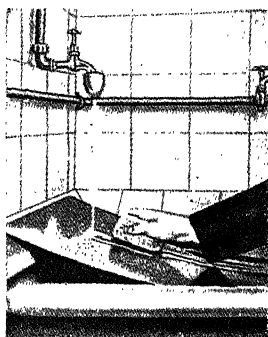

Abb. 133. Reinigen der Hochglanzplatten in gefiltertem Wasser mit Agfa-Viskoseschwamm (53)
Eine Aufquetschvorrichtung (40) gehört zu jeder Hochglanzpresse (siehe Abb. 131). Sie dient den verchromten Hochglanzplatten als Unterlage, leitet das herausgequetschte Wasser ab und ermöglicht ein tadelloses Aufquetschen ohne Fließpapier. Vielfach wird neben der Aufquetschvorrichtung ein Wasserhahn mit Schlauchbrause angebracht, damit die Chromplatten unmittelbar vor dem Aufquetschen auf dieser Vorrichtung gereinigt werden können. Die Platten sollen nur unter fließendem Wasser mit den Fingerspitzen leicht abgewischt werden. Tücher, Leder usw. sind zu vermeiden, weil sich darin leicht Sand und Schmutz verfängt, der die Politur gefährdet. Selbst die seidenweichen Agfa-Viskoseschwämme (siehe Abb. 133) müssen sehr saubergehalten und vorsichtig gehandhabt werden. Chromplatten sind sorgfältig vor Kratzern und Beschädigungen jeder Art zu schützen, denn die geringste Verletzung der Politur überträgt sich auf den Hochglanz der Abzüge.